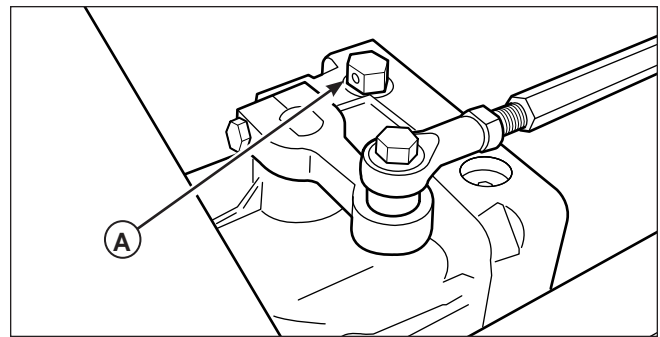

Figure 3. Emplacement des valves de vidange hydrauliques
1. Se référer à la figure 3 pour l'emplacement des valves de vidange hydrauliques.